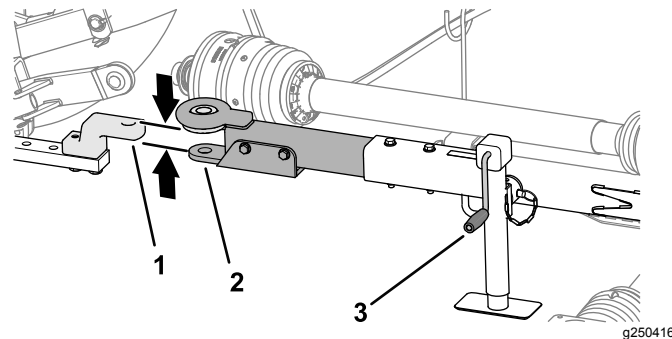

図 28
3. 牽引車両の牽引バーまたはピントルヒッチを、モアの牽引バーに揃える 図 28。
1. ジャッキハンドルで牽引バージャッキの高さを調整して牽引バーを車両の牽引バーまたはピントルヒッチと同じ高さにする 図 28。